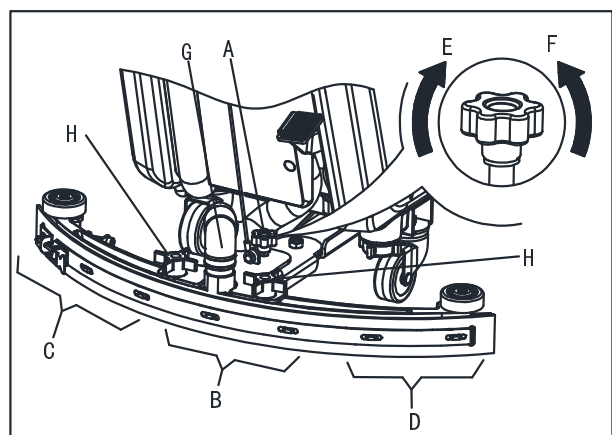

Figure 6
1. Installer l'embouchure et visser l'écrou (H), puis raccorder le tuyau d'aspiration (G) à l'embouchure.
2. Régler l'embouchure par la poignée de réglage (A, Figure 6).
- a) S'il y a un écart entre le sol et la partie centrale de la lamelle arrière de l'embouchure (B), régler le bouton (A) dans le sens antihoraire (F) jusqu'à ce que toute la partie de lamelle arrière de l'embouchure ait un excellent contact avec le sol, la lamelle avant touchant légèrement le sol.
- b) S'il y a un écart entre le sol et les deux extrémités de la lamelle arrière (C et D), régler le bouton (A) dans le sens horaire (E) jusqu'à ce que toute la partie de lamelle arrière ait un excellent contact avec le sol, la lamelle avant touchant légèrement le sol.